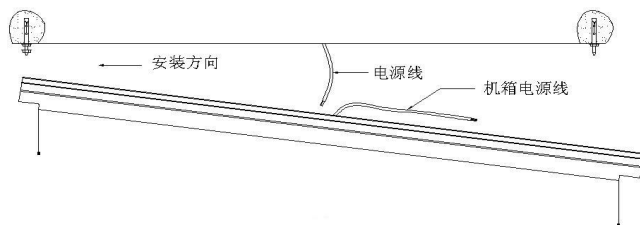

图 6
5、小心托起主机，将主机一端插在两个膨胀螺丝的垫片上，接着托起另一端把垫片及螺母装上锁紧，然后，再把第一端的螺母拧紧，如图 6 所示。